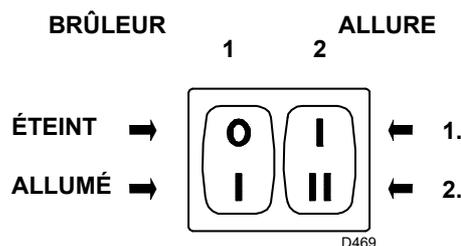
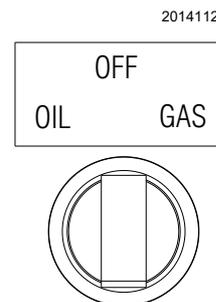

Fig. 33
Fig. 34
Maintenir le brûleur en mode de fonctionnement à 1re allure en plaçant l'interrupteur 2)(Fig. 33) en position 1re allure. Le réglage du volet du ventilateur s'obtient en agissant sur le levier orange du servomoteur ("Réglage du servomoteur" à la page 32).
Placer l'interrupteur 2)(Fig. 33) en position 2e allure. Le réglage du volet du ventilateur s'obtient en agissant sur le levier rouge du servomoteur ("Réglage du servomoteur" à la page 32).
Démarrer le brûleur en fermant les télécommandes, avec l'interrupteur 1)(Fig. 33) en position « ALLUMÉ » et avec le sélecteur de combustible en position « FIOUL » (Fig. 34).
Quand le fioul ressort par la vis 3)(Fig. 23 à la page 23) la pompe est amorcée. Arrêter le brûleur : interrupteur 1)(Fig. 33) en position « ÉTEINT » et visser la vis 3).
- l'interrupteur 1)(Fig. 33 à la page 29) en position « **BRÛLEUR ALLUMÉ** » ;
- l'interrupteur 2)(Fig. 33 à la page 29) en position « **1re ALLURE** » ;
Mettre l'interrupteur 2)(Fig. 33 à la page 29) en position 2e allure : le servomoteur ouvrira le volet d'air sur la valeur précédemment réglée pour le fioul et commandera l'ouverture de la vanne de gaz de 2e allure VR2.
Mettre l'interrupteur 2)(Fig. 33 à la page 29) en position 1e allure : le servomoteur ouvrira le volet d'air sur la valeur précédemment réglée pour le fioul et commandera l'ouverture de la vanne de gaz de 1e allure VR1.